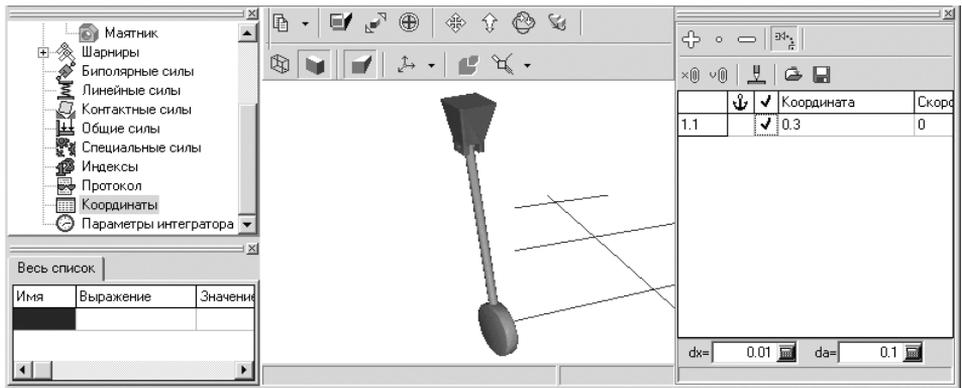

Рис. 1.12. Возможное начальное отклонение маятника от вертикали
- щелкните мышью на кнопке  – **Пошаговое увеличение выделенных координат** или  – **Пошаговое уменьшение выделенных координат** и, не отпуская клавишу мыши, увеличивайте/уменьшайте значение шарнирной координаты – угла поворота в шарнире. Возможное начальное отклонение маятника от вертикали показано на рис. 1.12.